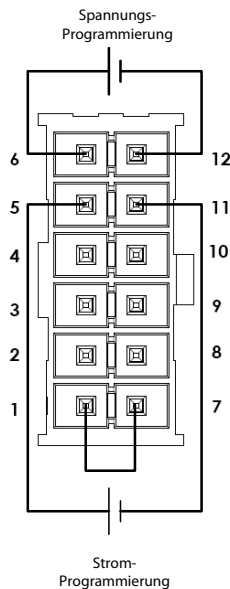

Abb. 6-1: J1-Anschluss zum analogen Programmieren mit einer externen Spannung
1. Die Verdrahtung bei analoger Programmierung der Spannung entnehmen Sie der Abb. 6-1.